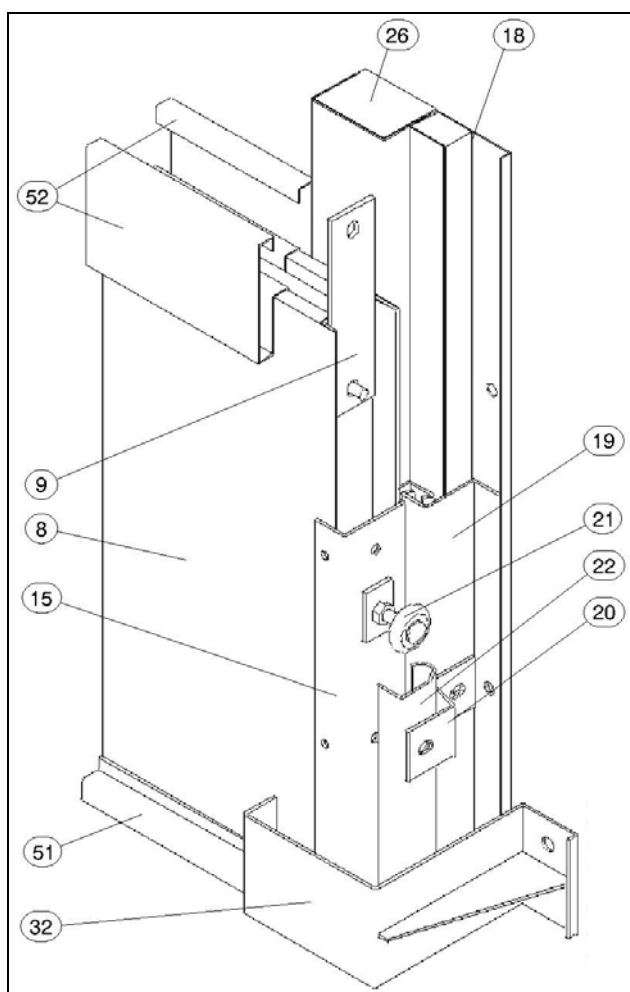
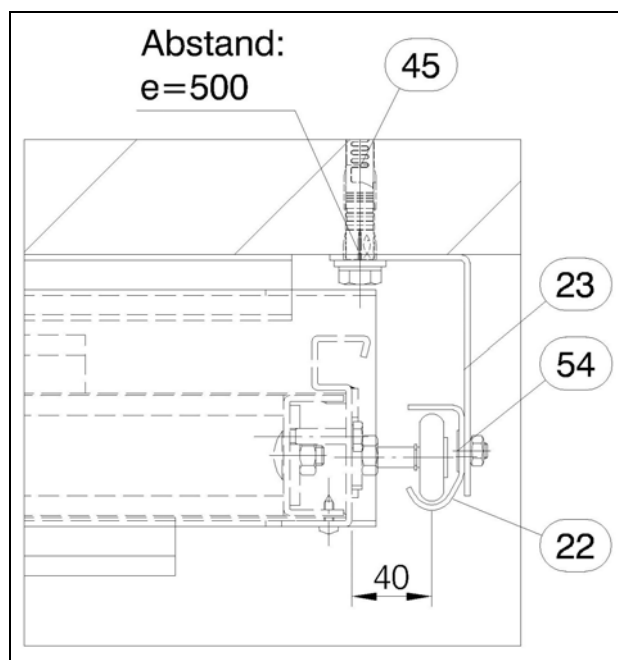

Abb.8
Abb.15
- Unteres Torelement (8.1) mittig vor die Wandöffnung stellen (beidseitige Überdeckung ≥ 150 mm beachten!), Abb.15. Dabei ist darauf zu achten, dass die längere der beiden Flügelstoßabdeckungen (52) zur Raumseite steht, Abb.8.
- Torelemente seitlich mittels Elementverbinder (9) befestigen, Abb.8.
- Laufrollen (21) seitlich in die Elemente schrauben (Abb.8 u. 13) und die Einschraubtiefe kontrollieren (sind in der Regel bereits werksseitig montiert), Abb.15.
- Führungsschiene (22) über die Laufrollen (21) schieben und an die Führungsschienehalter (20) mittels Schlossschrauben ohne Kuppe M8x13 (54) befestigen (Abb.8; 14; 15).
- Wandwinkel (23) für Führungsschienebefestigung im Bereich oberhalb der Wandöffnung mittels Pos. (45), Kunststoffdübel $\varnothing 14 \times 140$ bei Mauerwerk oder Hochleistungsanker FH12/10 S bei Beton, auf die Wand dübeln (Abb.15).
- Seitliche Abdeckung (32) mittels Pos. (45), Kunststoffdübel $\varnothing 14 \times 140$ bei Mauerwerk oder Hochleistungsanker FH 12/10 S bei Beton, auf die Wand dübeln (Abb.8 u. 16)